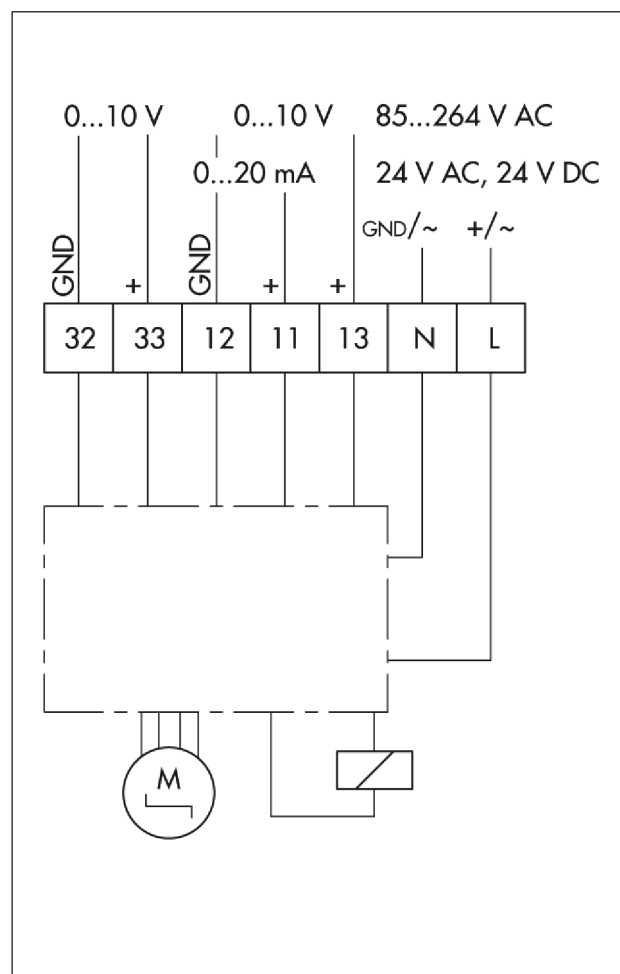

Fig. 10 : Raccordement électrique · Positionneur
- ⇒ Introduire les câbles de connexion dans le boîtier à travers le presse-étoupe, puis les raccorder selon la Fig. 10.